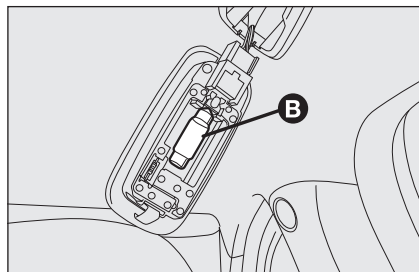

fig. 41
- ☐ remplacer l'ampoule **B**-fig. 41 en la dégageant des contacts latéraux en s'assurant que la nouvelle ampoule soit correctement bloquée entre les contacts mêmes.